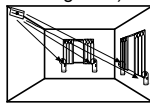

Figure 5
- Monté dans un coin** - (choisir le coin opposé à la vitre à protéger voir la figure 5).